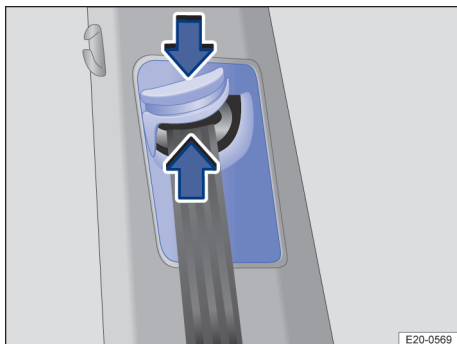

Fig. 27 Lângă locurile din față: reglarea pe înălțime a centurii.
1. Apăsați elementul de reglare a centurii pe înălțime în sensul săgeții și țineți-l astfel → fig. 27.